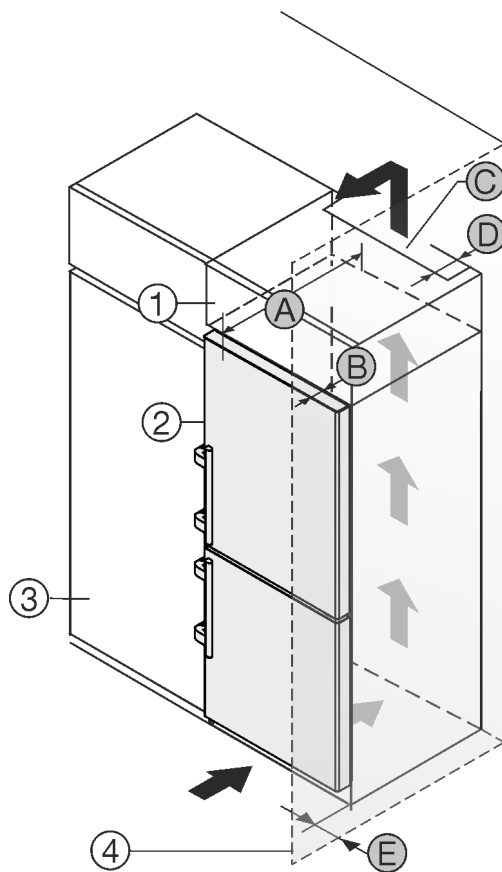

Fig. 2
- (1) Armadietto sovrapponibile *
- (2) Apparecchiatura *
- (3) Mobile da cucina *
- (4) Parete *
- (A) Profondità apparecchiatura *
- (B) Profondità porta *
- (C) Sezione di ventilazione *
- (D) Distanza lato posteriore apparecchiatura *
- (E) Distanza lato apparecchiatura *
È possibile posizionare l'apparecchiatura accanto a un mobile da cucina Fig. 2 (3).*
Sul lato posteriore dell'armadietto sovrapponibile deve essere presente un vano di scarico dell'aria con la profondità Fig. 2 (D) che attraversa l'intera larghezza dell'armadietto sovrapponibile.*
Sotto al soffitto deve essere presente la sezione di ventilazione Fig. 2 (C)*.
Se si installa l'apparecchiatura con le cerniere accanto a una parete Fig. 2 (4), la distanza tra l'apparecchiatura e la parete deve essere di almeno 57 mm, che corrisponde alla sporgenza della maniglia a porta aperta.*
Per poter aprire completamente la porta, installare l'apparecchiatura in modo che sporga dal frontale del mobile da cucina almeno della misura della profondità della porta Fig. 2 (B). L'apparecchiatura può sporgere ulteriormente a seconda della profondità dei mobili da cucina Fig. 2 (3) e dell'utilizzo di distanziatori a parete.*